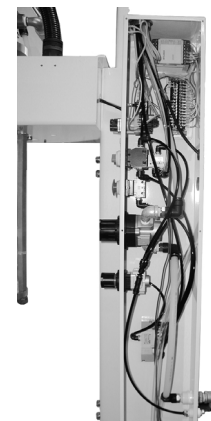

Fig.6.4
- 2) 操作盤内の各部、エア接続継手からのエア漏れの有無を 1 年ごとに行ってください。(Fig.6.4)